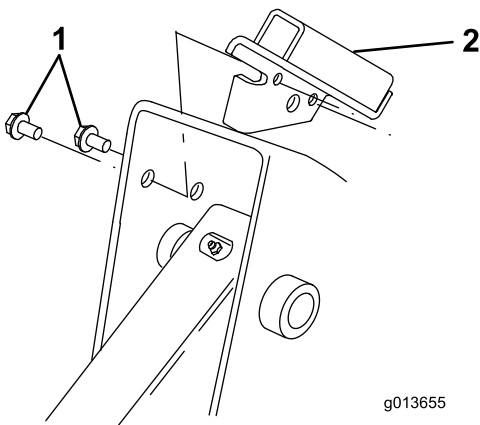

図 5
- シールドブラケットをローダアームのポケットに入れた状態で、ブラケットのタブを、フレームの前エッジに合わせる。 **図5**。
注 ブラケットは右用と左用があります。各側に正しいブラケットを使用してください。タブがフレームのエッジに被さり、ブラケットがローダアームのポケットに入り、ブラケットにある2つの小さい穴が、先ほど開けた2つの穴に整列するのが正しい取り付け状態です **図5**。
4. 図 5 のように、タップねじ 2 本でブラケットをフレームに固定する。